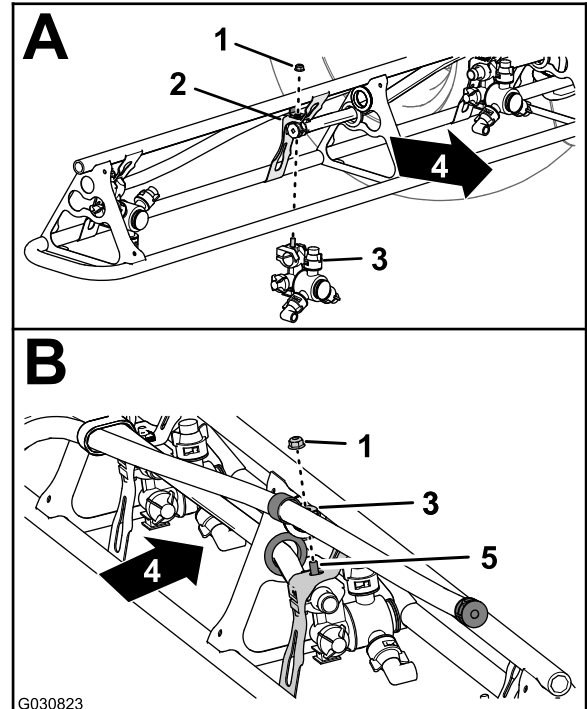

Рисунок 109
- В положениях сопел 1 и 4 установите распылительное сопло на крепление сопла (вид А на Рисунок 109) при помощи фланцевой контргайки (5/16 дюйма), снятой при выполнении пункта 2 раздела Демонтаж распылительных сопел с наружных секций стрелы (страница 49).
- В положениях сопел 2 и 3 установите распылительное сопло на крепление сопла (вид А и В на Рисунок 109) при помощи фланцевой контргайки (5/16 дюйма), снятой при выполнении пункта 2 раздела Демонтаж распылительных сопел с наружных секций стрелы (страница 49).